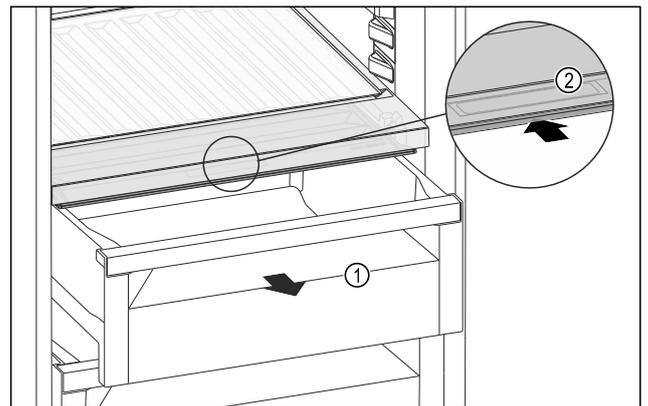

Fig. 119
- ▶ Estrarre il cassetto Fig. 119 (1).
- ▶ Afferrare la maniglia incassata Fig. 119 (2) sul coperchio dello scomparto e spingere allo stesso tempo all'indietro il coperchio dello scomparto.